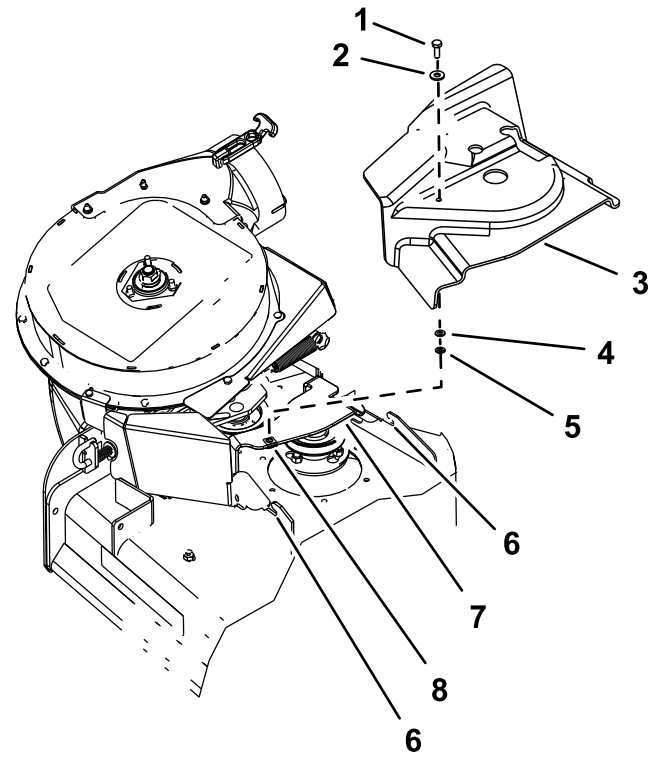

Figure 18
1. Placez la rondelle ($\frac{5}{16}$ " x $\frac{3}{4}$ ") sur le boulon à tête hexagonale ($\frac{1}{4}$ " x $\frac{3}{4}$ ") comme montré à la Figure 18.
2. Insérez le boulon et la rondelle par le trou au sommet du protège-courroie, provenant du kit ventilateur et entraînement OEM (Figure 18).
3. En passant par le bas du protège-courroie, placez la rondelle ($\frac{1}{4}$ " x $\frac{1}{2}$ ") et la bague de retenue sur les filets du boulon à tête hexagonale (Figure 18).
2. Alignez le protège-courroie sur les crans dans les brides du plateau (Figure 18).
4. Fixez le protège-courroie sur son support au moyen du boulon à tête hexagonale (Figure 18).